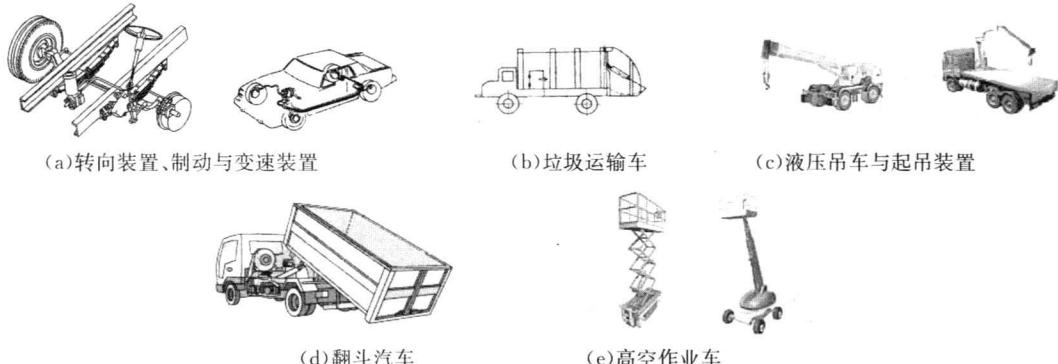

图 1-5
(5) 用于汽车与汽车工业(图 1-5)翻斗汽车、清障车、垃圾运输车、高空作业车与消防车、液压大吊车等，都要依靠液压实现它们的特殊功能，就是一般汽车的转向装置、制动与变速装置等也同样离不开液压。